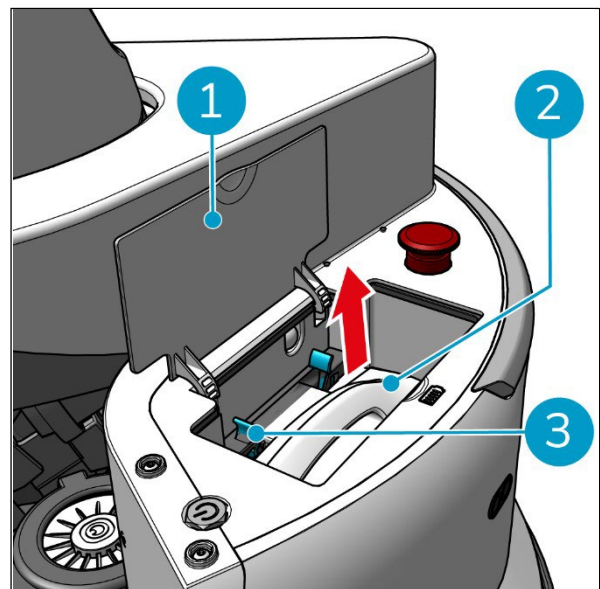

Figura 49
2. Abra la tapa del compartimento de las pilas (figura 49, pos. 1).
3. Mientras presiona las lengüetas azules (figura 49, pos. 3), extraiga la batería (figura 49, pos. 2) del compartimento.